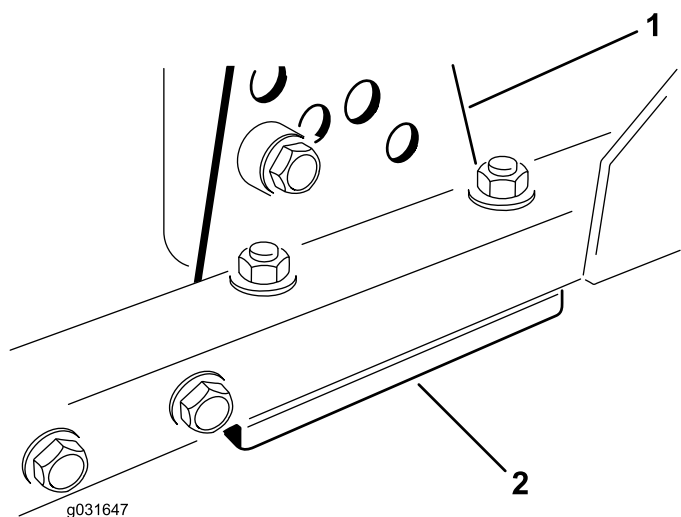

Figura 68
1. Togliete la staffa dell'altezza di taglio (anteriore, sinistra o destra) dal telaio del piatto di taglio (Figura 68).
2. Regolate gli spessori di 1,5 mm e/o 0,7 mm fra il telaio del piatto di taglio e la staffa per ottenere l'altezza di taglio desiderata (Figura 68).
3. Montate la staffa dell'altezza di taglio sul telaio del piatto di taglio, lasciando gli spessori rimasti sotto la staffa (Figura 68).